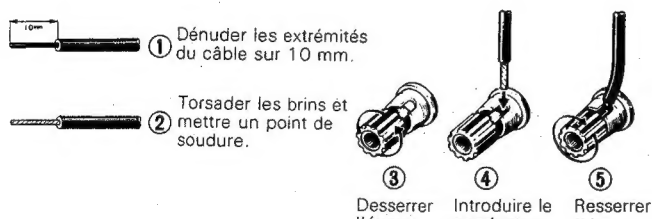

Fig. 3 Raccordement au moyen de câbles ordinaires
1. Raccorder l'enceinte gauche aux bornes LEFT SPEAKERS et l'enceinte droite aux bornes RIGHT SPEAKERS, comme indiqué Fig. 3.